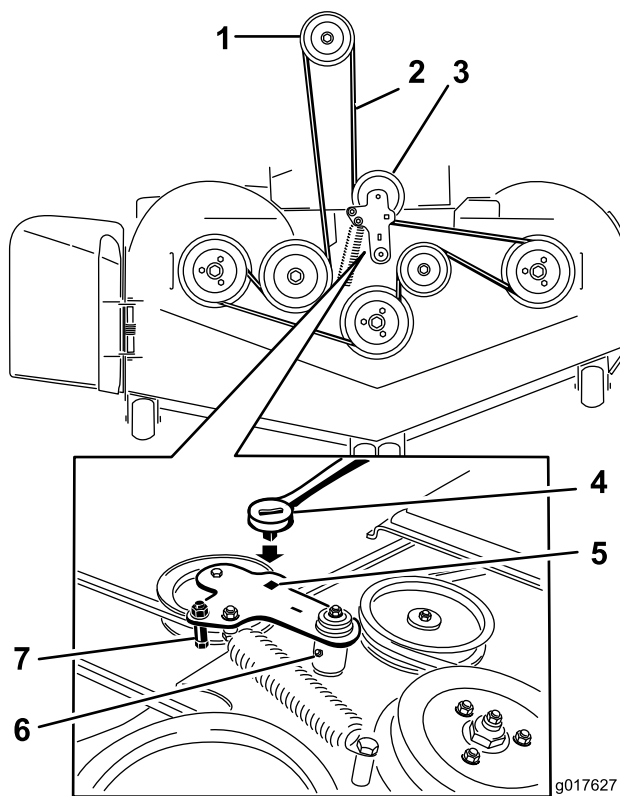

Figura 82
5. Levante la chapa de suelo e introduzca una llave dinamométrica en el taladro cuadrado del brazo tensor de la carcasa (Figura 82).
6. Gire cuidadosamente el brazo tensor de la carcasa en el sentido de las agujas del reloj y retire la correa del cortacésped (Figura 82).